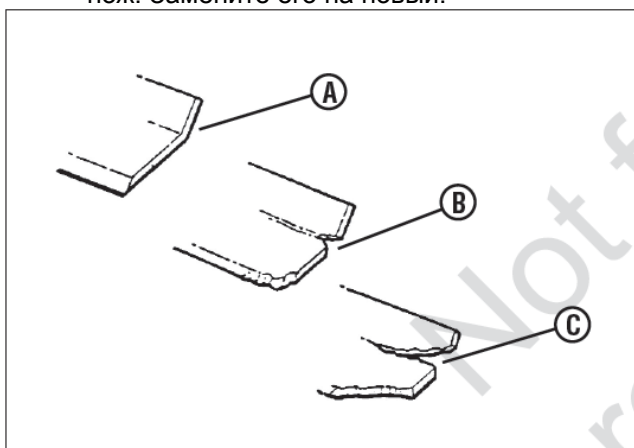

Рис. 42. Пределы износа ножа
1. Как можно чаще осматривайте нож на степень его износа и наличие повреждений. См. рис. 42.
5. Осмотрите состояние ножа. См. рис. 42.